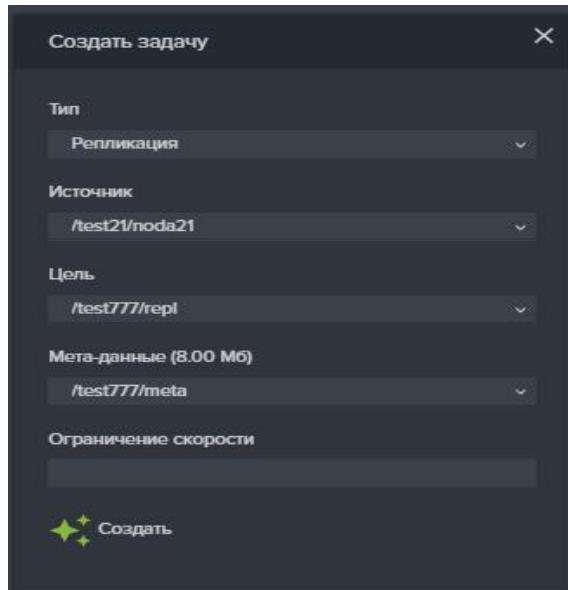

Рисунок 103. Окно задачи синхронной репликации
3. Нажмите на кнопку «Создать новую задачу», откроется окно задачи см. Рисунок 103;
6. Нажмите на кнопку «Создать новую задачу», откроется окно задачи см. Рисунок 103;